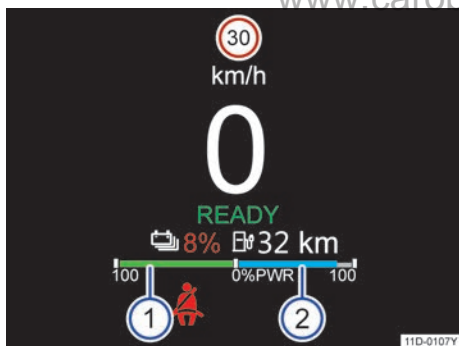

图 10 在数字组合仪表中：行驶功率表（示意图）
行驶功率表通过在中间分开的进度条，在左侧显示可用的能量回收→图 10 ①（绿色），在右侧显示可用的牵引力→图 10 ②（蓝色）。如果相应的进度条达到末端标记，说明可用性不受限制。如果有限制，则显示的进度条会相应缩短。